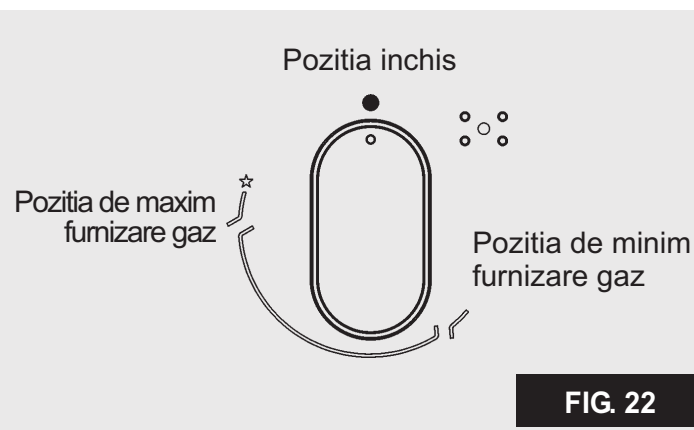

FIG. 22
Apasati si rotiti in sens antiorar butonul corespunzator arzatorului pe care doriti sa-l utilizati, aduceti-l pe pozitia de Maxim (flacara mare, fig. 22), dupa care apasati butonul pana la fund.
La arzatoarele dotate cu termocuplu de siguranta, trebuie sa se roteasca in sens antiorar butonul corespunzator arzatorului pe care doriti sa-l utilizati, sa-l aduceti pe pozitia de Maxim (flacara mare, fig. 22) pana sesizati o mica oprire a acestuia, dupa care apasati butonul si repetati operatiile indicate anterior. Dupa aprindere mentineti butonul apasat circa 10 secunde.
- Cand incepe fierberea aduceti butonul in pozitia de Minim (flacara mica, fig. 22).
- **aprinderea arzatoarelor cu termocuplu de siguranta se poate face doar daca butonul este pe pozitia de Maxim (fig. 22).**
- aprindeți arzătorul și poziționați butonul pe poziția “Minim” (flacăra mică, fig. 22).